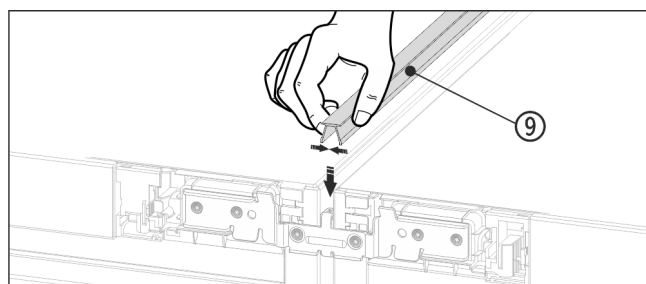

Fig. 25
- ▶ На верхней стороне вдавите в горизонтальную щель короткую декоративную планку Fig. 25 (9).